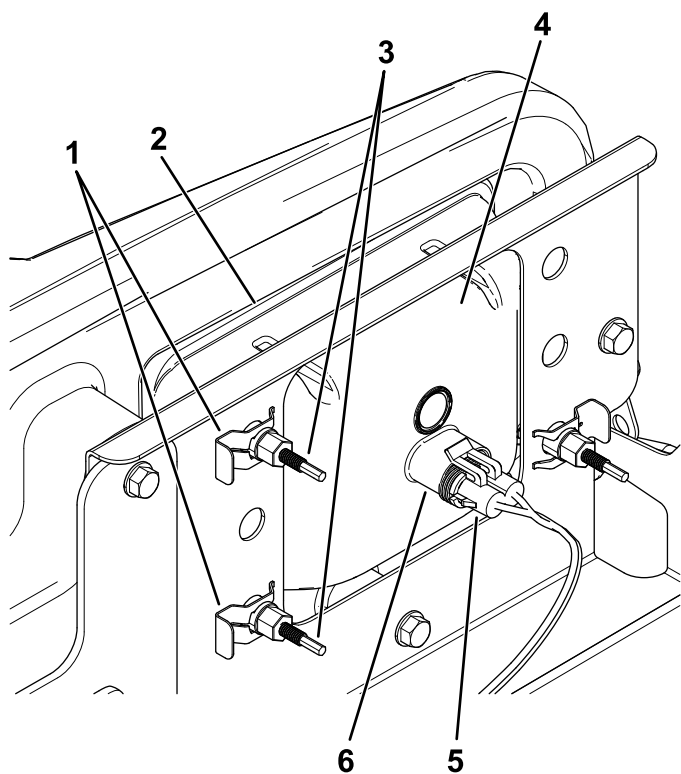

Figura 47
3. Desconecte el conector eléctrico del arnés de cables del conector del conjunto de la lámpara (Figura 47).
- Retire los conectores rápidos que sujetan el faro al soporte del faro (Figura 47).
- Retire el faro desplazándolo hacia adelante y pasándolo por el hueco del parachoques delantero (Figura 47).
- Introduzca el faro nuevo a través del hueco del parachoques (Figura 47).
- Conecte el conector eléctrico del arnés de cables al conector del conjunto de la lámpara (Figura 47).
- En la parte trasera del faro, gire los tornillos de ajuste (Figura 47) para pivotar el conjunto y ajustar de la posición del haz de luz.